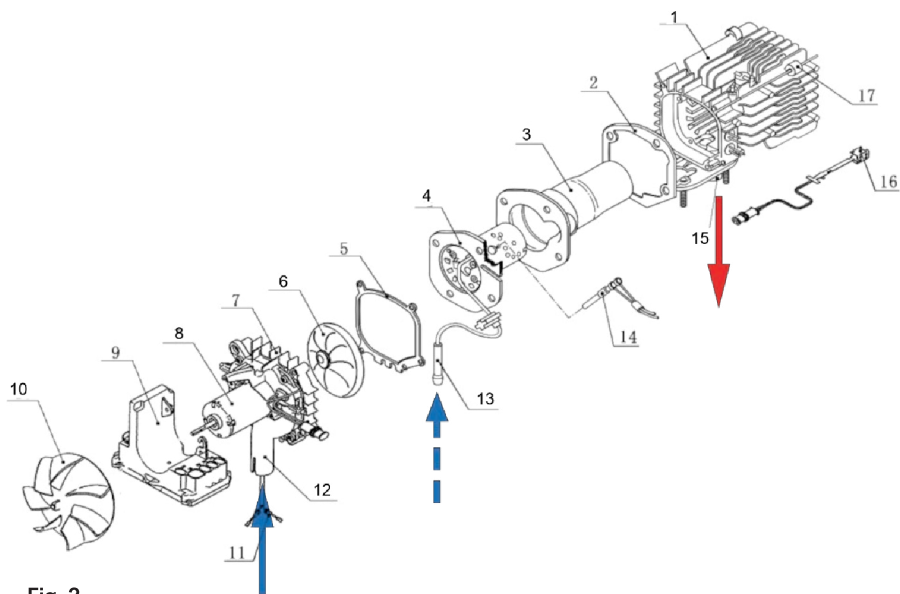
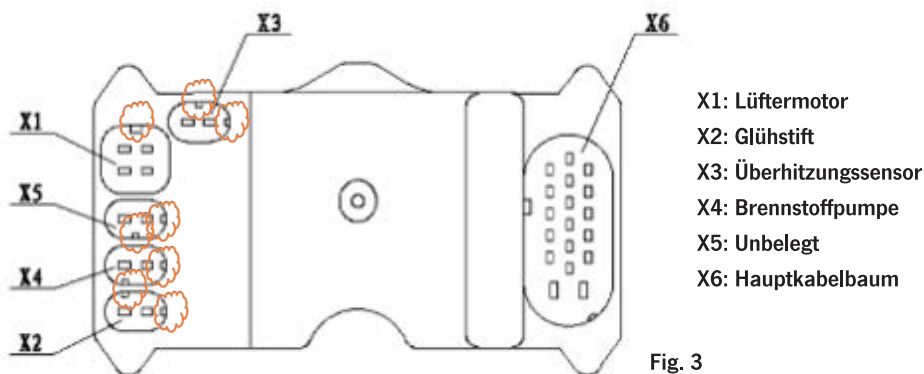

Fig. 2
Fig. 3
Das System besteht aus einem Brenner [Seite 12 Fig. 2 (4)] und einer Brennkammer [Seite 12 Fig. 2 (3)] die sich innerhalb eines Wärmetauschers befinden [Seite 12 Fig. 2 (1)].
Kalte Luft wird mit Hilfe eines Impellers angesogen und in den Luftkanal hineingedrückt. [Fig. 1 (1)] [Seite 12 Fig. 2 (10)]. Nach Passieren des Wärmetauschers wird erhitzte Luft ausgeblasen [Fig. 1 (2)].
Für den Verbrennungsprozeß sind Diesel als Brennstoff sowie Sauerstoff notwendig. Der Brennstoff wird über einen Einlaßstutzen zum Brenner geleitet [Fig. 1 (5)] [Seite 12 Fig. 2 (13)], um dort nach der Einspritzung mit Hilfe eines Glühstiftes entzündet zu werden [Seite 12 Fig. 2 (14)]. Die entstehende Flamme gelangt am Ende des Brenners in den Raum zwischen Brenner [Seite 12 Fig. 2 (4)] und Brennkammerwand [Seite 12 Fig. 2 (3)]. Über deren Kontakt zum Wärmetauscher [Seite 12 Fig. 2 (1)] wird dieser erhitzt.
Die Versorgung von Sauerstoff für die Verbrennung erfolgt über einen Zuluftstutzen [Fig. 1 (3)] [Seite 12 Fig. 2 (12)]. Der innere Impeller [Seite 12 Fig. 2 (6/8)] saugt die Luft an und drückt sie in den Brenner. Nach erfolgter Verbrennung werden die Abgase über den Abgasstutzen [Fig. 1 (4)] [Seite 12 Fig. 2 (15)] abgeführt.
Die Steuereinheit [Seite 12 Fig. 2 (9)] befindet sich im vorderen Teil des Heizgerätes hinter dem Impeller für die Heizluftzufuhr. Ihre Hauptaufgabe besteht darin alle Systemdaten zu sammeln (Daten von: Temperatursensoren, Antriebsdaten, Impulse, Drehzahlen, Spannungen usw.). Auf Basis dieser Daten regelt die Steuerung den Heizprozeß, die Anlagenüberwachung und den Umgang mit Anlagenstörungen.
Der Überhitzungssensor [Seite 13 Fig.3-(X3)] befindet sich am hinteren äußeren Ende des Wärmetauschers [Seite 12 Fig.2-(16)]. Sofern die Temperatur des Aluminiumkörpers eine im System definierte Grenze überschreitet, wird die Brennstoffpumpe durch die Steuereinheit abgeschaltet und die Brennstoffzufuhr sofort gestoppt. Daraufhin wird das Heizgerät zum Schutz vor Überhitzung abgeschaltet. Der Lüfter läuft solange weiter, bis eine im System hinterlegte Temperatur unterschritten wird.